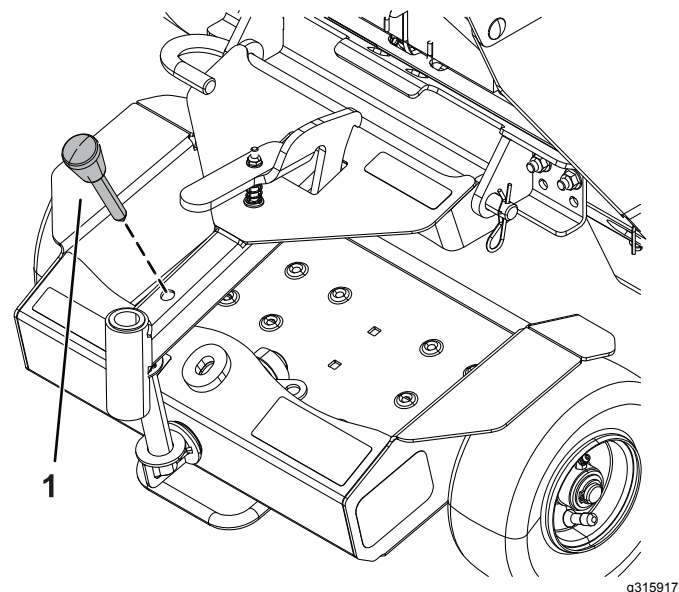

Bild 6
4. Drehen Sie die Plattform nach vorne und sichern Sie diese mit dem Transportstift (Bild 6).
5. Heben Sie den Sulky am Griff an, bis er an der Halterung einrastet (Bild 6).